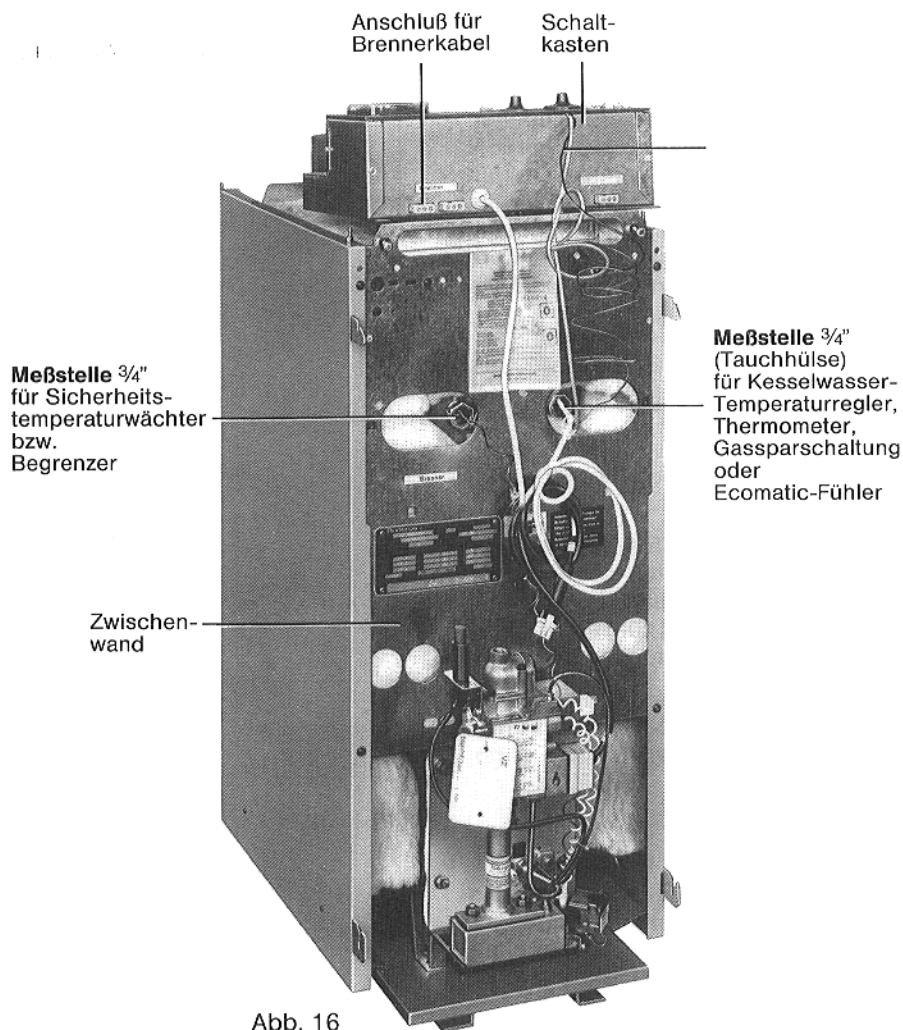

Abb. 16
- **Schaltkasten** auf den Kessel legen (Abb. 16).
Sicherungsschraube in die Tauchhülse eindrehen, so daß die Fühler nicht herausrutschen können (Abb. 16).
- Obere Befestigungsschrauben in die Zwischenwand eindrehen (Abb. 16).